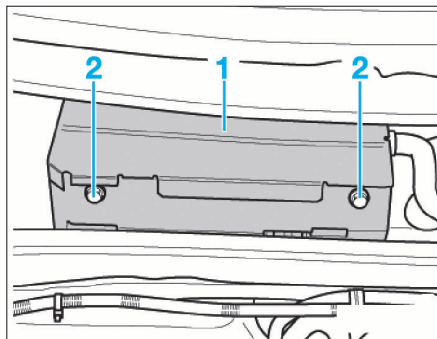

FIG. 53
Jusqu'à ce millésime, le calculateur est protégé par un boîtier (1) équipé de vis de rupture (2) enduit de produit de scellement (Fig.53).